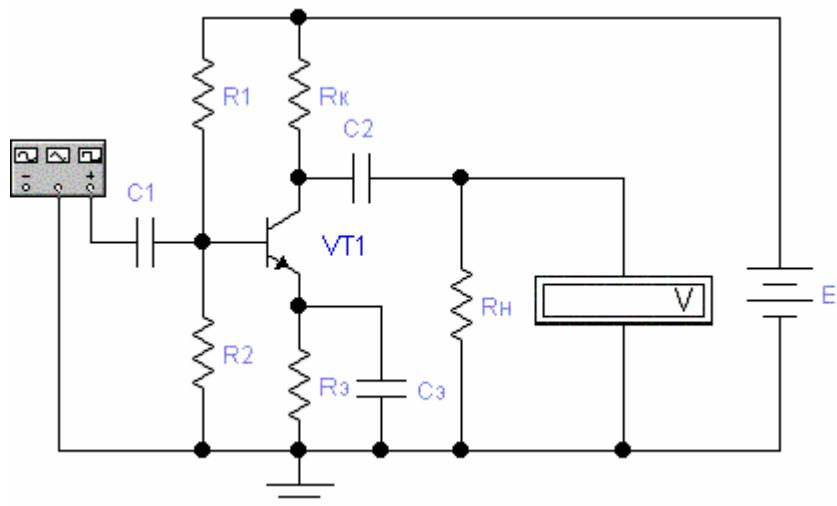

Рисунок 1
1.1 Для схемы усилительного каскада ОЭ (рисунок 1) и указанных параметров элементов предварительно рассчитать значение резистора R1 при условии $U_k = 0,5E$. Рассчитать рабочий режим транзистора (I_k , $U_{k\theta}$, I_b).